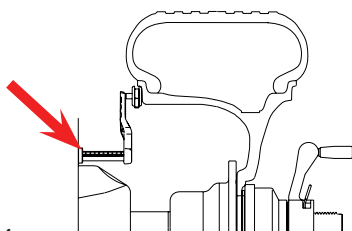

Figura 24
- Mueva el brazo del medidor de la distancia hasta tocar el borde interior de la rueda donde se van a colocar los pesos y lea la escala del medidor de la distancia. Vea la figura 24. Pulse el botón manual **Offset** rueda (O) y después las teclas +/- hasta que aparezca el valor deseado en la pantalla.